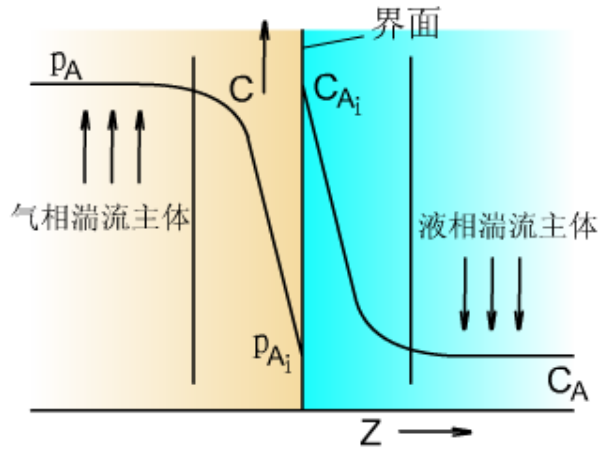

图 7-8 双膜模型示意图
1. 两相间有物质传递时，相界面两侧各有一层极薄的静止膜，传递阻力都集中在这里。这实际上是继承了“滞流膜”模型的观点。例如气—液相间的传质，如图 7-8 所示，气相侧和液相侧的传质通量分别为：